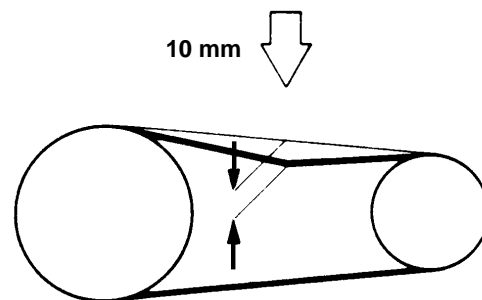

Fig. 40 Comprobación de la tensión de la correa de transmisión
- Una manera aproximada de medir la tensión adecuada consiste en presionar con el pulgar la correa hacia abajo entre las dos poleas; la tensión será la correcta si la correa se comba **10 mm** (Fig. 40).